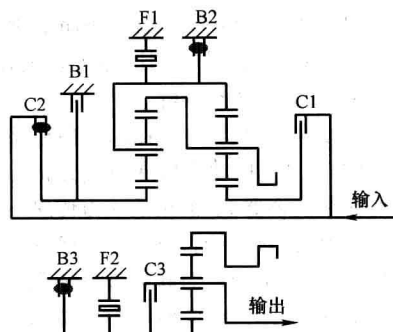

图 1-4 R 位动力传递路线
(1) 主行星齿轮机构 R 位动力传递路线如图 1-4 所示，倒挡时，直接离合器 C2 接合，将输入轴和后行星齿轮机构太阳轮连接在一起。1 挡和倒挡制动器 B2 接合，固定后行星架/前齿圈，则前行星架/后齿圈反向减速旋转（输出）。
(2) U/D 行星齿轮机构 动力由前排行星架/后排